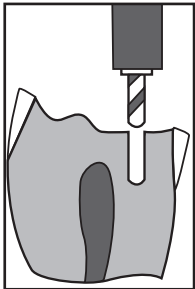

Figure 4
5. Retire a broca do canal enquanto mantém a rotação (**Fig. 4**). Remova os detritos da broca e do canal com um spray de ar/água.